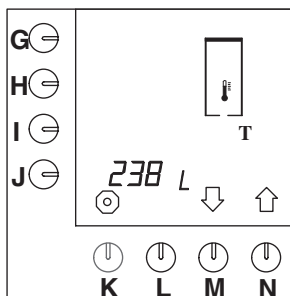

Fig. 49 Compteur totalisateur du générateur eau chaude
- Appuyez sur la touche de sélection (N.)↑ jusqu'à ce que la fig.49 s'affiche sur l'écran de contrôle.